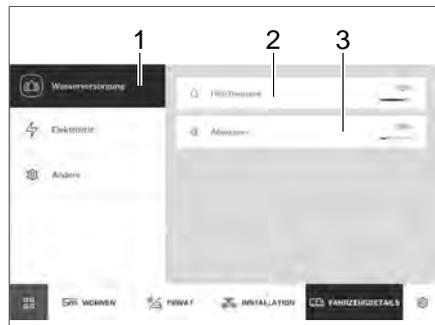

Bild 266 Wasserversorgung
- Auf Schaltfläche *Wasserversorgung* (Bild 266,1) tippen.
Es werden die Füllstände des Frischwassertanks (Bild 266,2) und des Abwassertanks (Bild 266,3) in % angezeigt.